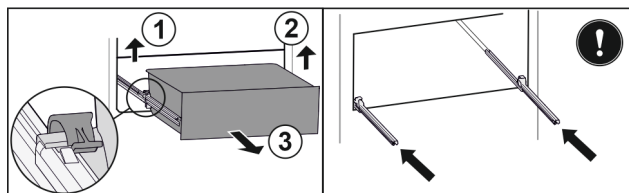

Fig. 142
- ▶ Ridicați clema din stânga și trageți concomitent sertarul din stânga spre înainte. Fig. 142 (1)
- ▶ Ridicați clema din dreapta și trageți concomitent sertarul din dreapta spre înainte. Fig. 142 (2)
- ▶ Extrageți sertarul spre înainte. Fig. 142 (3)